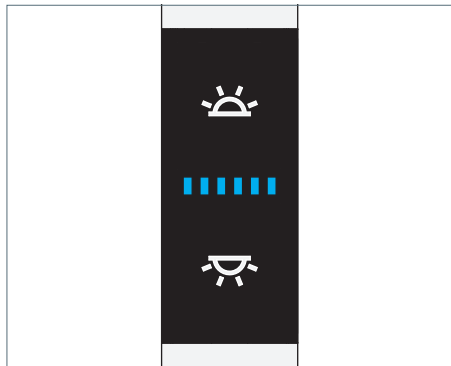

Fig. 9: Bedienelement.
- Drücken Sie die obere Taste, siehe Fig. 9.
- Drücken Sie die untere Taste, siehe Fig. 9.
- Drücken Sie die obere Taste und halten Sie diese Taste gedrückt, siehe Fig. 9. Nach ungefähr einer Sekunde verändert die Leuchte ihre Helligkeit.
- Drücken Sie die untere Taste und halten Sie diese Taste gedrückt, siehe Fig. 9. Nach ungefähr einer Sekunde verändert die Leuchte ihre Helligkeit.